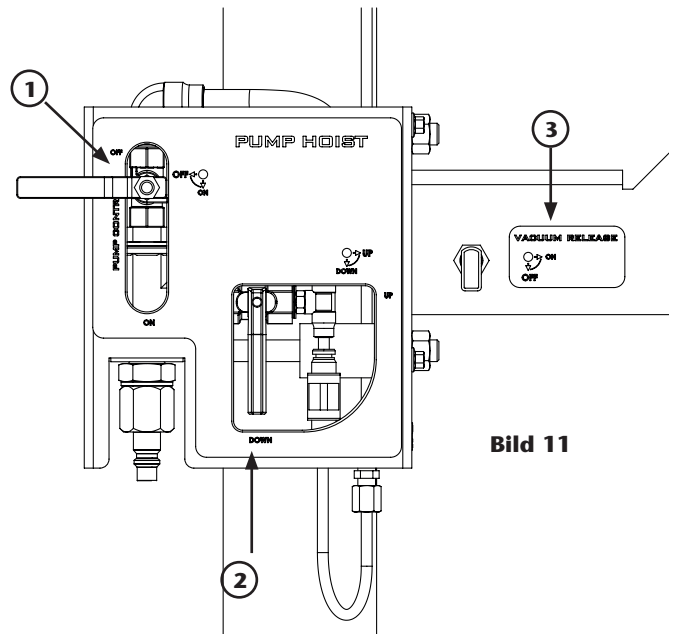

Bild 11
1. Stellen Sie sicher, dass der Hebel des Kontrollschranke sich auf Position "UP" (2) befindet (Bild 11).
1. Werfen Sie die Pumpe an, indem Sie das Kontrollventil "Pump Control" auf Position "ON" positionieren (1) (Bild 11).
4. Bewegen Sie den Hebel des Kontrollschranke auf Position "DOWN" (unten) (2) (Bild 11).
4. Bewegen Sie den Hebel des Kontrollschranke auf Position "UP" (oben) (2) (Bild 11). In dieser Position erhebt der Zylinder die Einrichtung. Wenn die Einrichtung über eine Folgeplatte verfügt, öffnen Sie das Blasventil und ein Luftstrom dringt in den Behälter ein, um die Folgeplatte (3) zu verschieben (Bild 11).